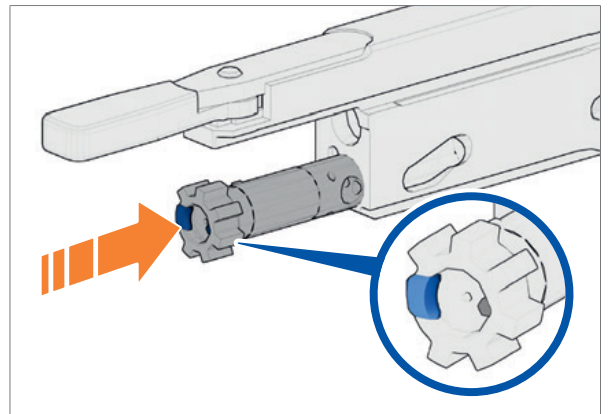

Abb. 120: Verschlusskopf einsetzen
1. Verschlusskopf mit Auszieher nach rechts in den Verschlusssträger einsetzen (Abb. 120).